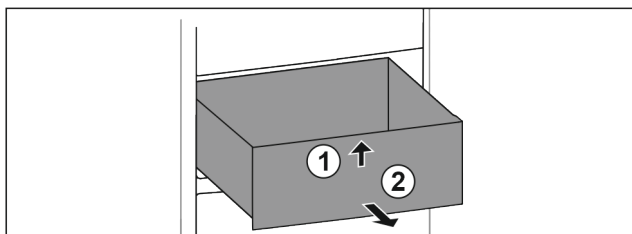

Fig. 84
- ▶ Nadzvedněte zásuvku vpředu. Fig. 84 (1)
- ▶ Vyjměte zásuvku dopředu. Fig. 84 (2)